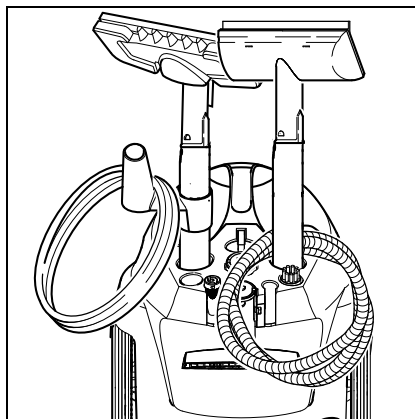

Bild 3
- Stick ner förlängningsrören i den stora tillbehörshållaren (se bild 3).